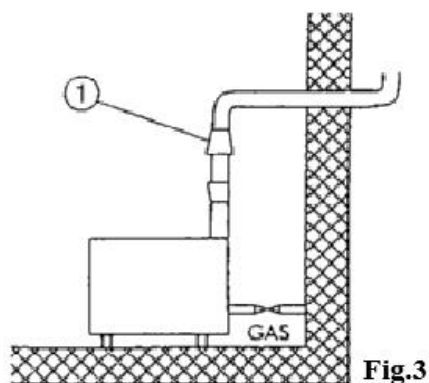
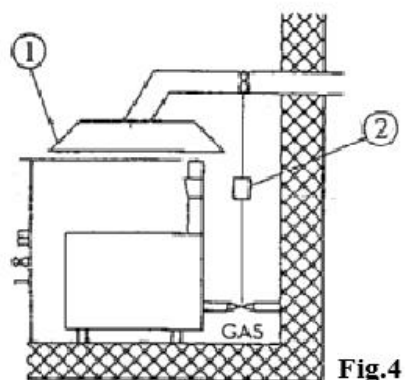

Fig.3
Fig.4
Evacuazione naturale (fig.3)
Evacuazione forzata (fig.4)
- 1 Camino antivento (fig.3) - Cappa aspirante (fig.4)